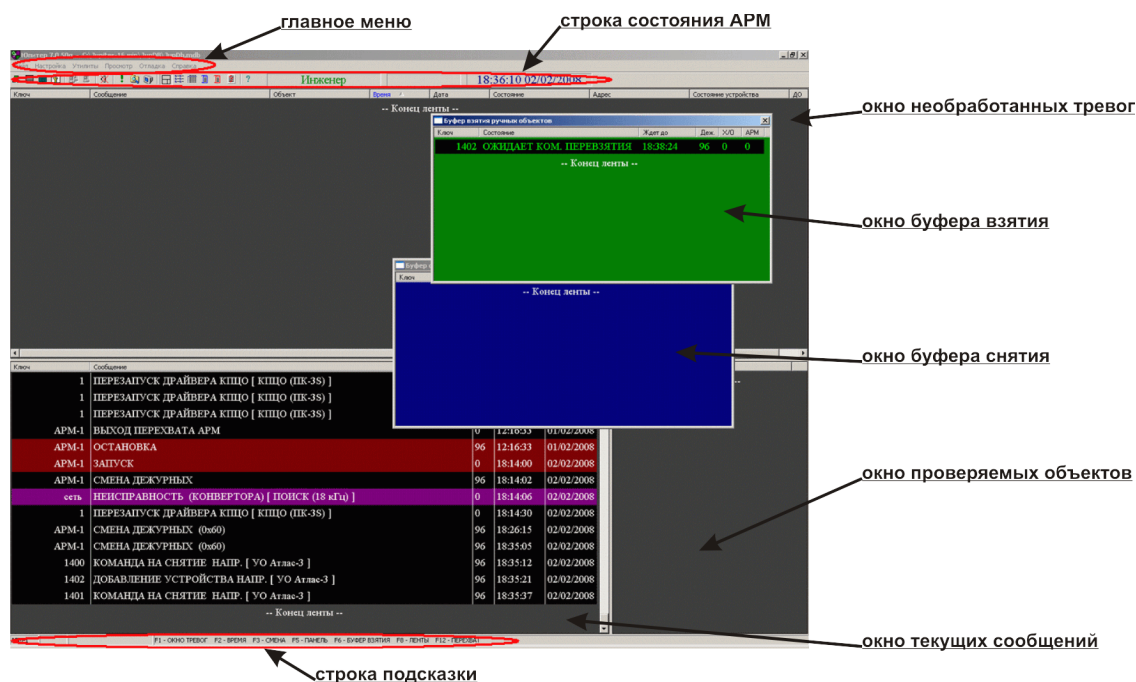

Рисунок 3.4. Главный экран в основном режиме с открытыми дополнительными окнами
**ОСНОВНОЙ** режим работы Главного экрана (рисунок 3.4) включен по умолчанию при открытии программы АРМ ДПУ.